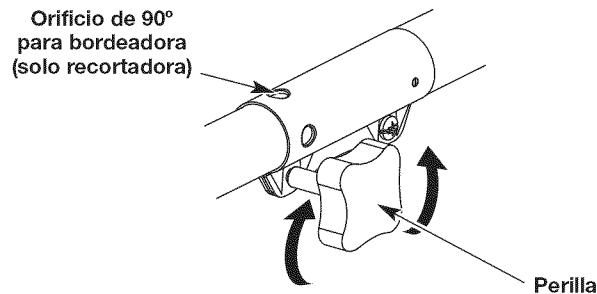
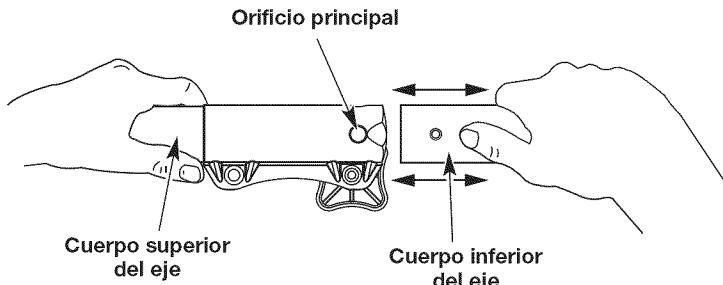

Fig. 3
Fig. 5
1. Para aflojar, gire la perilla en sentido contrario a las agujas del reloj (Fig. 3).
2. Mientras sostiene el accesorio con firmeza, empuje en línea recta hacia dentro del acoplador Convertible™ hasta que el botón de desconexión encaje firmemente en el agujero principal (Fig. 5).
3. Para apretar, gire la perilla en el sentido de las agujas del reloj (Fig. 3).
PRECAUCIÓN: Antes de operar esta unidad, cerciórese de que el botón de liberación esté completamente encajado en el orificio principal (Fig. 5) y de que la perilla (Fig. 3) esté bien apretada.
Para hacer cortes (orillados) decorativos con el accesorio de corte del cabezal de línea, trabe el botón de desconexión del accesorio en el interior del orificio de 90° (Fig. 3).
3. A la vez que sujetá firmemente la caja del eje superior, saque el accesorio del acoplador Convertible™ (Fig. 5).